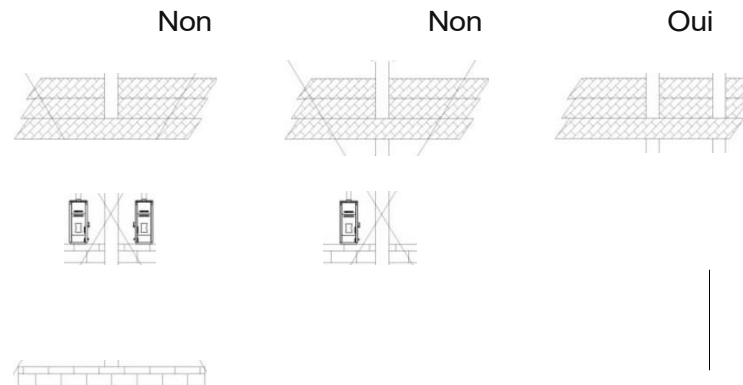

Figure 1
- Aucune autre cheminée provenant d'une autre cuisinière, d'une chaudière ou d'un appareil similaire ne doit être raccordée à la cheminée de votre appareil (fig. 1).